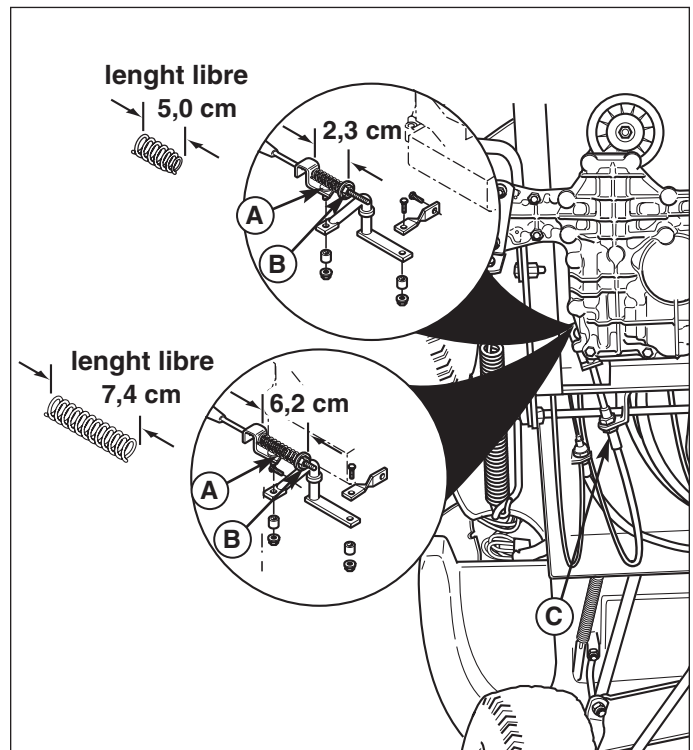

Figure 23. Réglage du ressort de frein
3. Localiser le ressort de frein (A, figure 23).